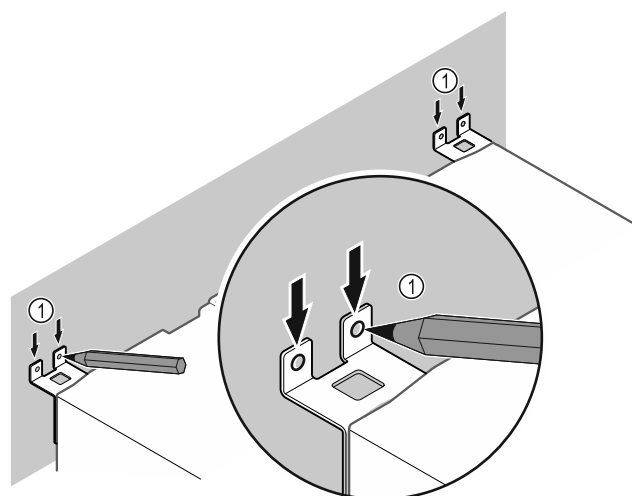

Fig. 11
- Κάντε σημάδια στον τοίχο Fig. 11 (1).